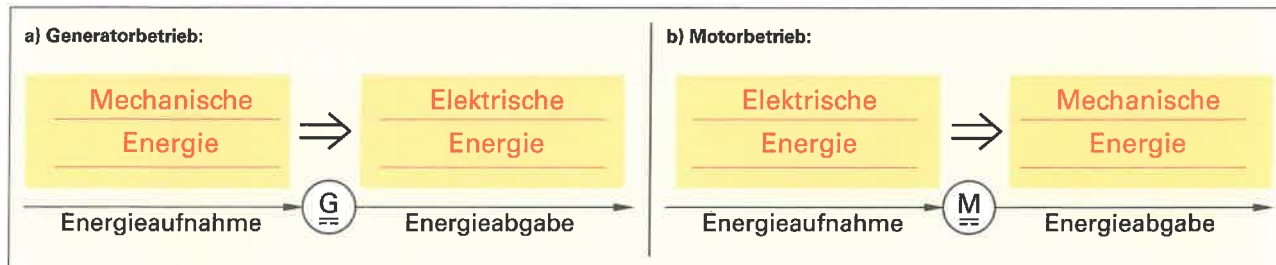

Bild 1: Energieaufnahme und -abgabe bei Generator- und Motorbetrieb
1. Gleichstrommaschinen können als Generator oder als Motor betrieben werden. Entscheidend für die Betriebsweise ist die Art der Energieaufnahme und -abgabe. Geben Sie im **Bild 1** jeweils die Art der aufgenommenen und der abgegebenen Energie für **a) Generatorbetrieb** und **b) Motorbetrieb** an.